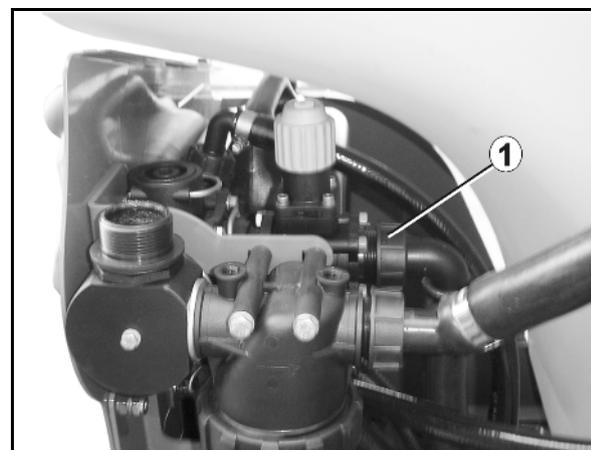

Fig. 154
2. Den Durchflussmesser-Anschluss (Fig. 154/3) mit einem Teilbreiten-Ventil verbinden und an das Prüfgerät anschließen.
3. Die Anschlüsse der restlichen Teilbreiten-Ventile mit Blindkappen (Fig. 154/2) verschließen.